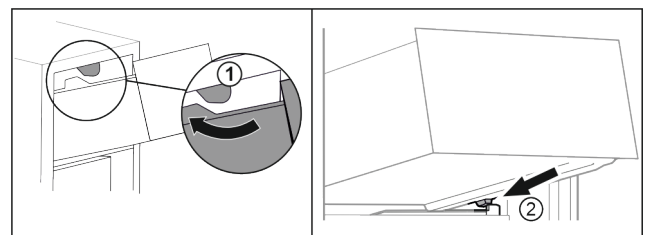

Fig. 88
- ▶ Lade om de bovenste stoppers leiden. Fig. 88 (1)
- ▶ Lade schuin achter de onderste stoppers op containerrib plaatsen. Fig. 88 (2)